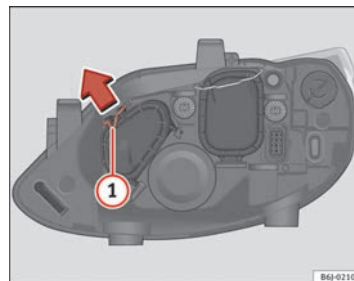

Fig. 157 Feux de position
- Déplacez le tirant ① dans le sens de la flèche puis retirez le cache ⇒ fig. 157.